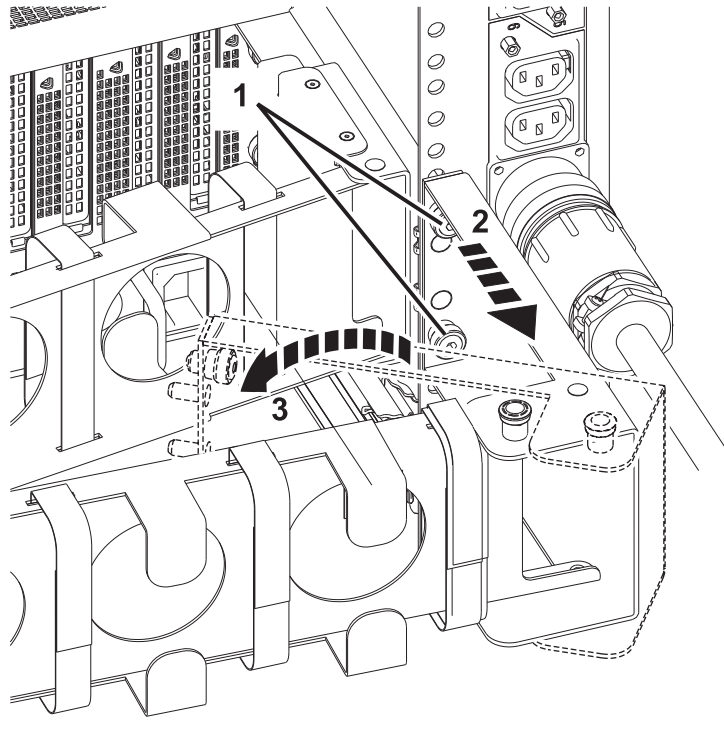

Figura 23. Pasos para proporcionar espacio del cable de línea en un sistema completo del todo
- b. Desde la parte posterior del bastidor, afloje (pero no elimine) los tornillos de cabeza (1). Consulte Figura 23 en la página 32.
- c. Tire de la pieza del brazo portacables hacia usted (2). Consulte Figura 23 en la página 32.
- d. Haga pivotar la pieza del brazo portacables para que haya espacio (3). Consulte Figura 23 en la página 32.